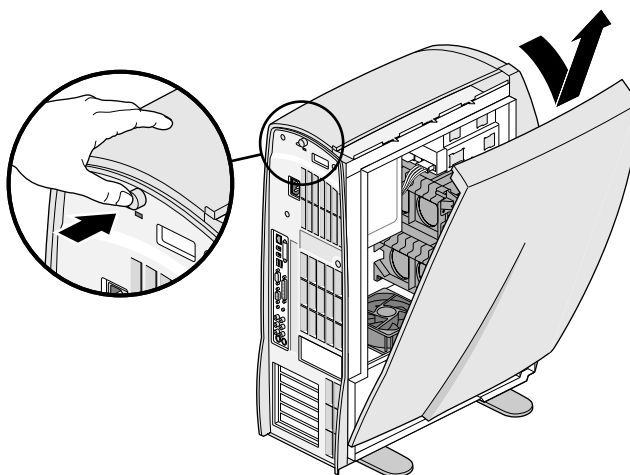

Figura 2-4 Abrindo o sistema
5. Remova a tampa lateral puxando-a para fora do chassi e, em seguida, levantando-a e soltando-a. Veja a Figura 2-4.